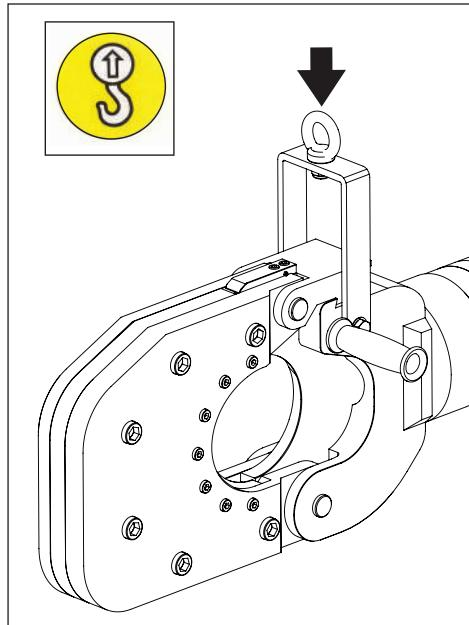

图 7, 切断机吊运位置
- 如需要移动或运输切断机，则仅应使用切断机的提手或所提供的配套吊环。参见图 7。使用具有足够起吊能力的设备进行吊运。